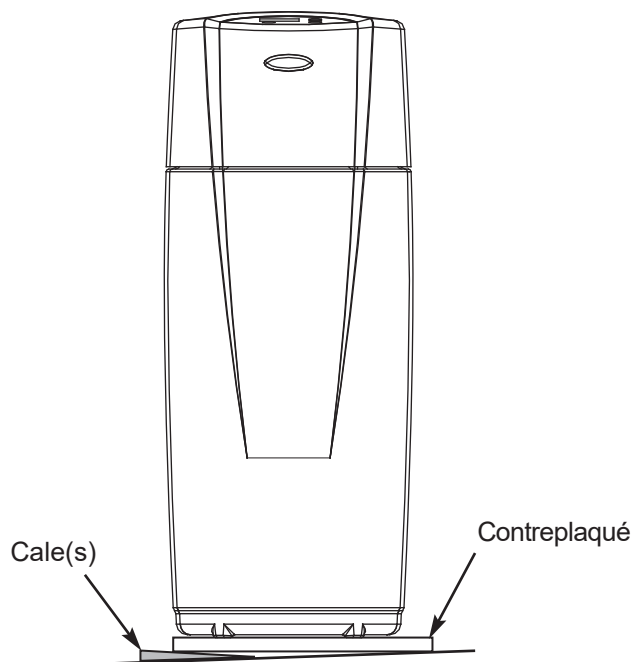

FIG. 8
1. Placez le système de filtration d'eau central à l'emplacement déterminé. Placez-le sur une surface de niveau. Si nécessaire, déposez l'appareil sur un morceau de contreplaqué, d'une épaisseur minimale de 5/8 po. Ensuite, insérez des cales de 5/8" d'épaisseur sous le contreplaqué pour mettre le système de filtration central de l'eau au niveau (voir la figure 8).